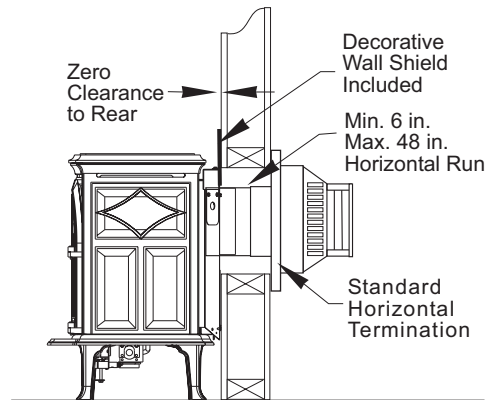

Figure 11. Min. / Max. Cours Horizontal
- La course horizontale minimale faite directement à l'arrière du poêle dans un bouchon horizontal standard ne doit pas être inférieure à une section de ventilation de 152 mm (6 po). Voir fig. 11.
- La course horizontale maximale faite directement à l'arrière du poêle dans une terminaison horizontale standard ne doit pas dépasser 4 pi (1219 mm) Voir fig. 11.